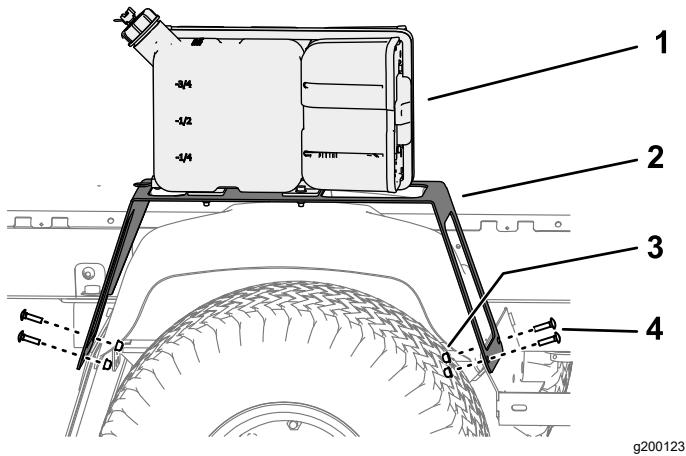

Figura 6
3. Alinhe os furos na perna frontal do suporte de apoio com os furos no suporte do guarda-lamas e guarda-lamas (Figura 6).
4. Prenda o suporte de apoio ao suporte do guarda-lamas e guarda-lamas com dois parafusos de carroçaria (5/16 x 1/4 pol.) e duas porcas de bloqueio flangeadas (5/16 pol.) como se mostra na Figura 6.
- 5. Alinhe os furos na perna traseira do suporte de apoio com os furos da proteção de salpicos, suporte do guarda-lamas e guarda-lamas (Figura 6).
- 6. Prenda o suporte de apoio à proteção de salpicos, suporte do guarda-lamas e guarda-lamas com dois parafusos de carroçaria (5/16 x 1/4 pol.) e duas porcas de bloqueio flangeadas (5/16 pol.) como se mostra na Figura 6.